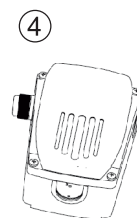

рис.13
4. Установите крышку клеммной коробки обратно на клеммную коробку и затяните четыре винта в крышке (рис.13).